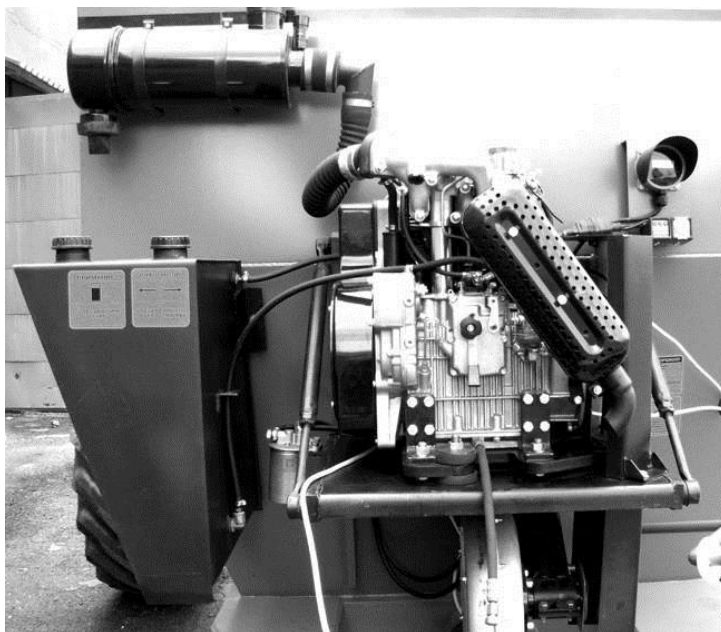

Рис. 6.6.9. Дизельный двигатель
6.6.8. **Дизельный привод Ломбардини** (рис. 6.6.9) в эксплуатации прост и надежен (см. паспорт на двигатель и его перевод на русский язык в **Приложении 2**). При замене масла в картере можно применять масло SAE-30.